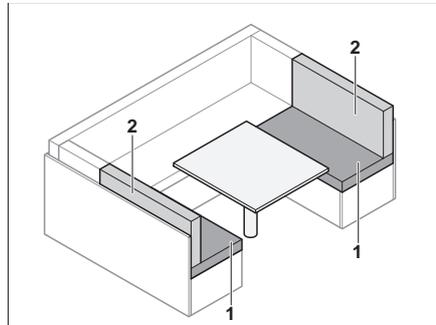

Bild 75 Vor dem Umbau
- Die Rückenpolster (Bild 75,2) abnehmen.